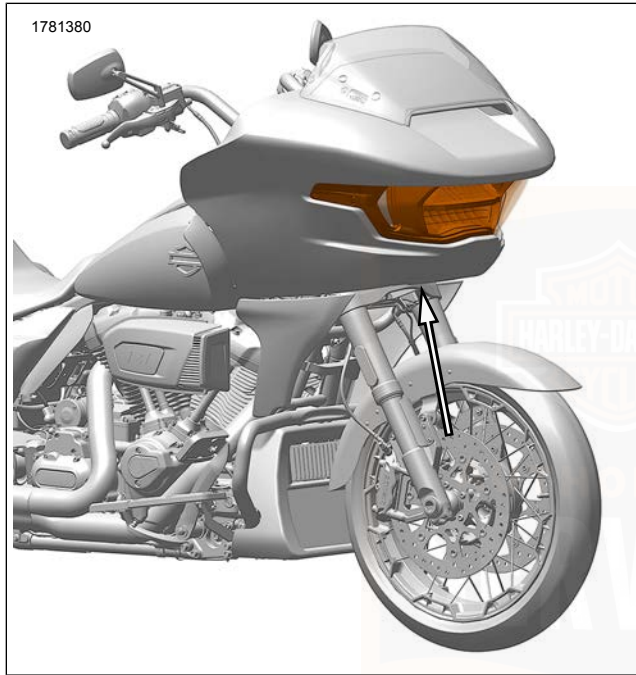
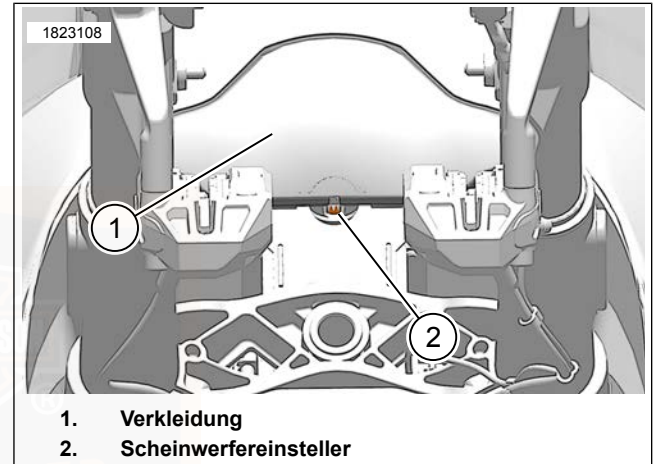

Abbildung 117. Scheinwerfereinstellschraube
Abbildung 118. Scheinwerfereinsteller (Ansicht von der Unterseite der Verkleidung aus)
1. Siehe Abbildung 117 und Abbildung 118. Einen entsprechend großen Kreuzschlitzschraubendreher Nr. 2 vertikal hinter der Bugschutzabdeckung einführen.